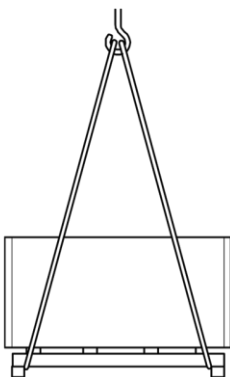

Abb. 22: Hebezeug anschlagen
1. Seile, Gurte oder Mehrpunktgehänge entsprechend Abb. 22 an der Palette anschlagen und Palette gegen Verrutschen sichern.